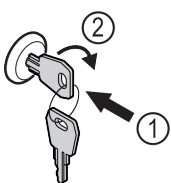

Fig. 167
- ▶ 按入钥匙 Fig. 167 (1)。
- ▶ 将钥匙顺时针转动 90° Fig. 167 (2)。